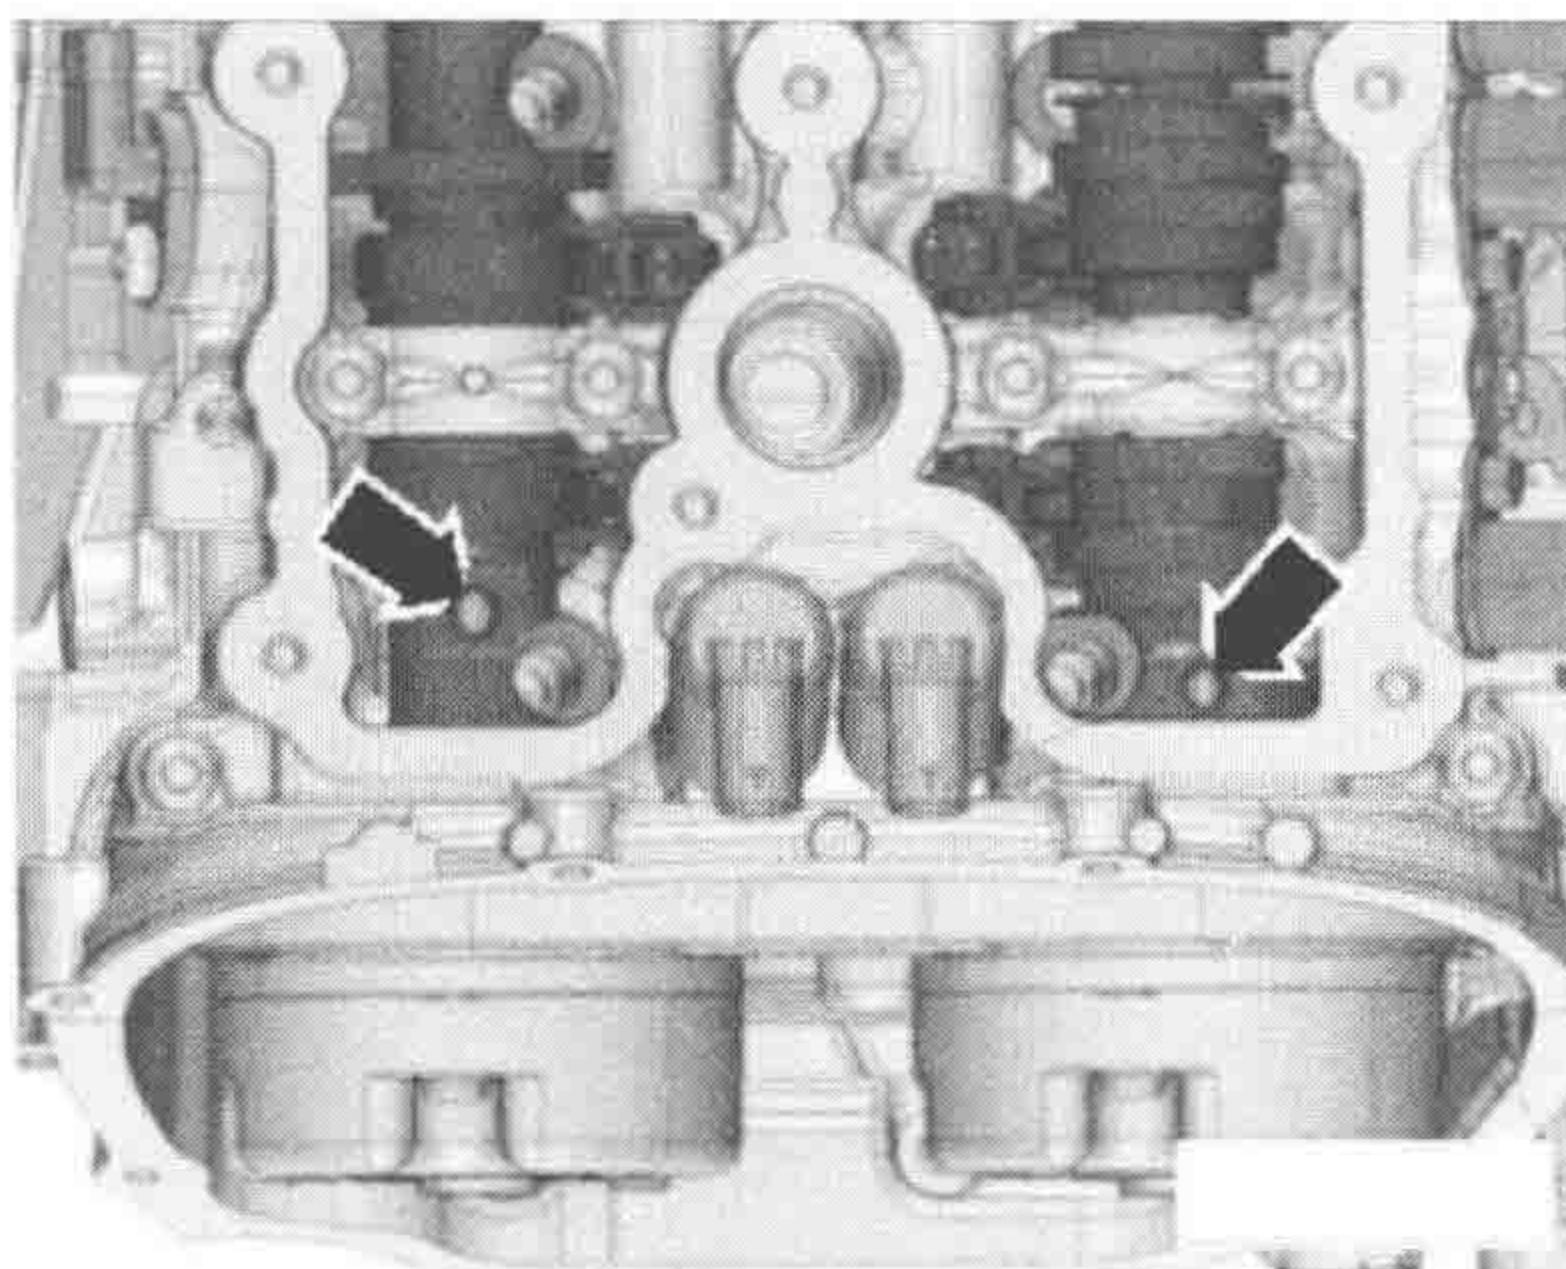

图 1-1-11
(1) 拆卸气缸盖罩、正时链左侧和右侧盖板。
(2) 拆卸发动机下部隔声垫。
(3) 沿发动机转动方向将曲轴转动到上止点。这时凸轮轴里的螺纹孔 (图 1-1-11 所示箭头) 必须指向上面。